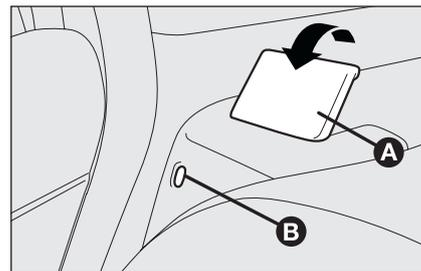

fig. 89
- sollevare la leva **A-fig. 89** di ritegno schienale e ribaltare quest'ultimo in avanti. Il sollevamento della leva è evidenziato da una "banda rossa" **B**.